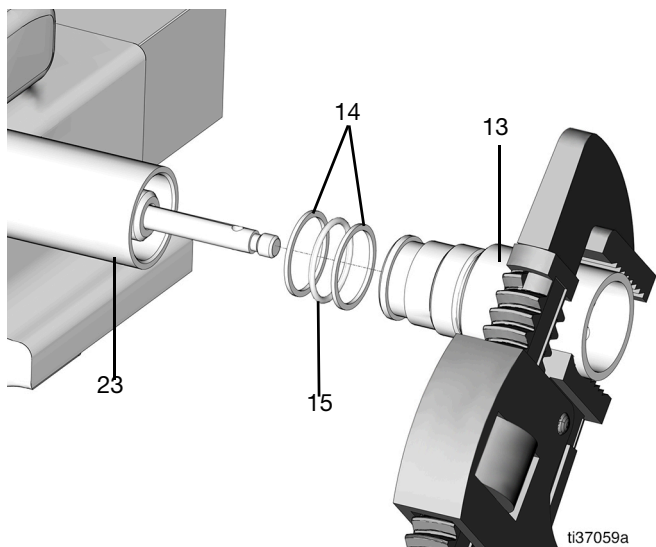

FIG. 38
18. Ponga el tubo de la bomba en un tornillo de banco, protegido con un paño, y apriete para que no se mueva el tubo de la base de la bomba (23) (FIG. 38).
19. Afloje el tubo de la pala (13) con ayuda de una llave grifa y retírelo del tubo de la base de la bomba (23) (FIG. 38).
20. Quite los dos anillos auxiliares (14) y la junta tórica (15) del tubo de la pala (13) (FIG. 38)